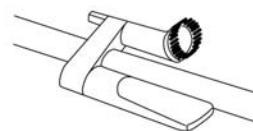

Fig. 9
El soporte para accesorios, ubicado en el tubo de extensión, le permite guardar sus accesorios para tenerlos a mano. Deje de buscar el cepillo limpiador o la boquilla esquinera, el soporte para accesorios mantiene sus accesorios al alcance de su mano. (Fig. 9)
4. Mantenga la turbina del cepillo impulsado a aire libre de tierra y materiales extraños. (Vea la Fig. 9 y las instrucciones de limpieza).